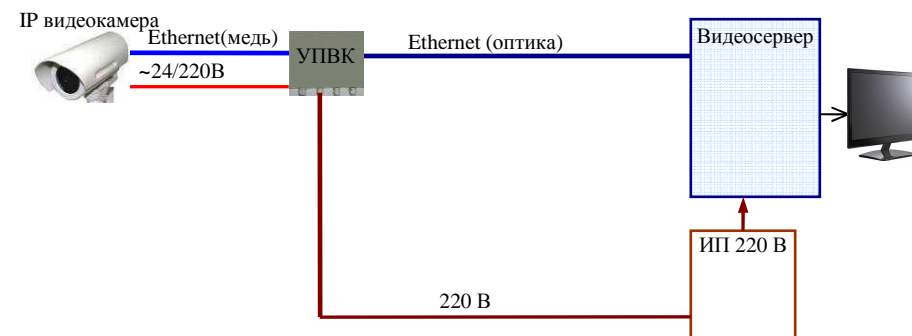

Рисунок 1.1 Применение УПВК
1.1 Устройство подключения видеокамеры УПВК-А220/А24-100СУ-Е ФИДШ.468179.001ТУ (далее – УПВК) предназначено для применения в системах видеонаблюдения (рис.1.1) и обеспечивает: